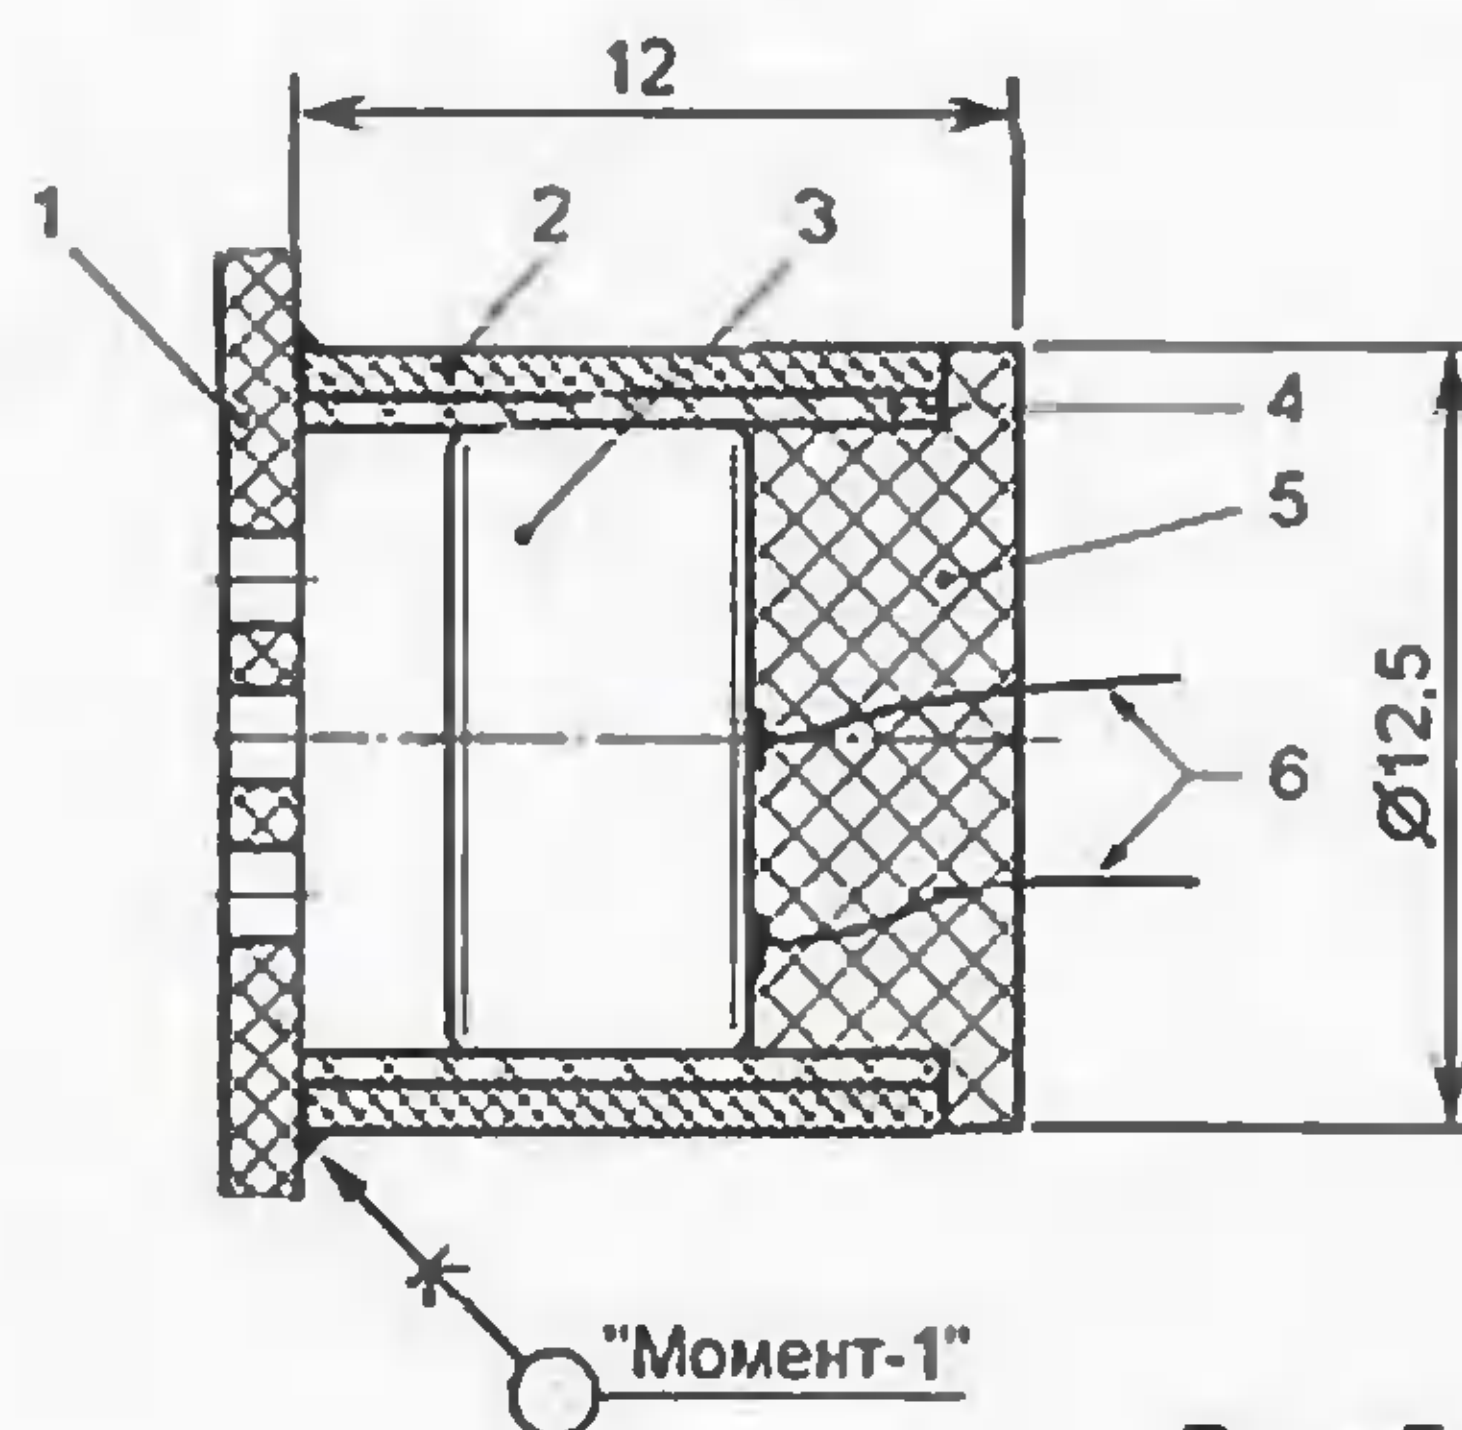

Рис. 5
скольких квартир), для устранения самовозбуждения устройства из-за взаимодействия динамической головки и микрофона последний следует поместить в кожух, как показано на рис. 5. Деталь 2 вырезают из пластмассовой трубки подходящего диаметра (например, от старого фломастера). К контактным площадкам микрофона 3 припаивают гибкие выводы 6, затем обертывают его куском тонкого листового поролона 4 и вставляют в эту деталь. Пространство со стороны выводов микрофона заливают расплавленным парафином (5), а противоположный торец приклеивают клеем "Момент-1" к внутренней стороне крышки корпуса 1, в которой предварительно просверлено несколько отверстий диаметром 1...2 мм.